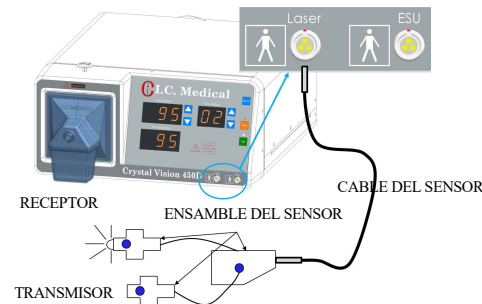

Figura 1: Piezas del ensamble del sensor y conexión a CRYSTAL ViSION®.
1. Introducir el cable del sensor Láser (Figura 1) en el enchufe correspondiente en la unidad Crystal Vision® y en la caja del sensor láser.